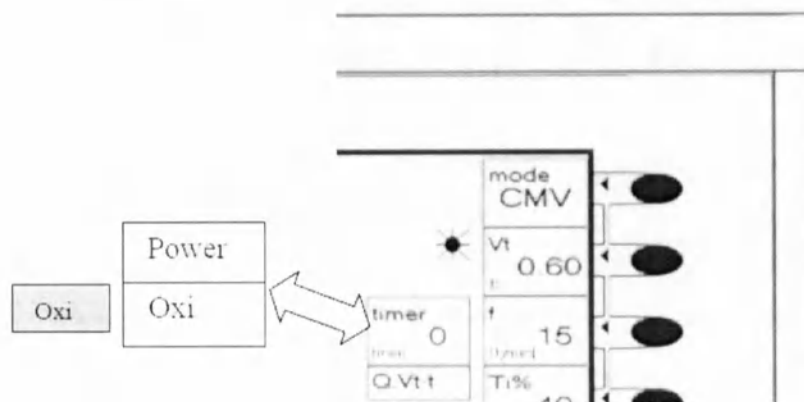

Рис. 51С
Открытие информационного окна «Oxi» вышеописанным способом (рис. 51С), позволяет перевести вентилятор в функцию так называемой «предварительной оксигенации (преоксигенации)» следующим способом:
1. Вращая поворотной-нажимной манипулятор, в информационной площади выбирается информационное окно «Oxi». После того как сделан выбор (рис. 51С), т.е. окно в рамке, ограниченное толстой зеленой линией, подтверждается ENTER.